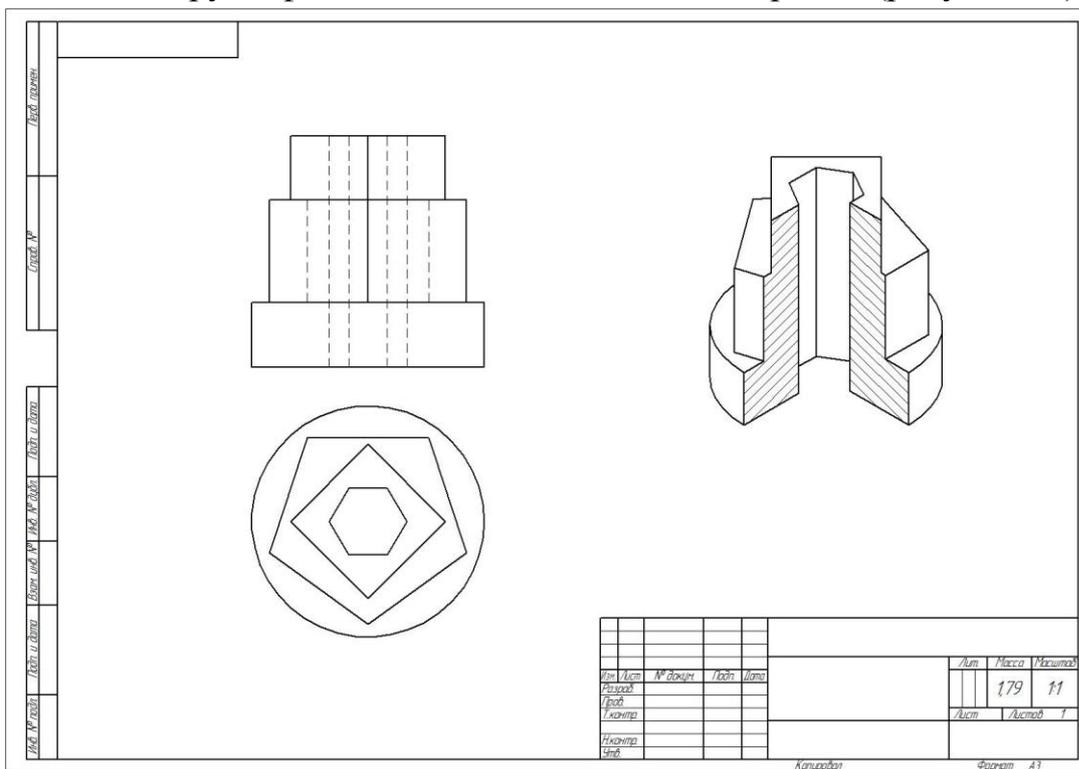

Рисунок 44.
25. Фиксируем фантом видов в левой части чертежа (рисунок 44).